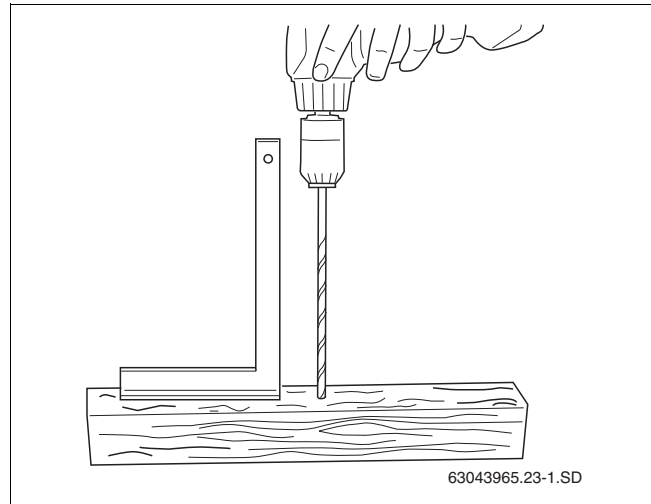

Рис. 22 Изготовление шаблона
- ▶ Используйте брус длиной 0,50 – 1,00 м. Вертикально просверлите в брус сквозное отверстие Ø 6 мм (рис. 22).